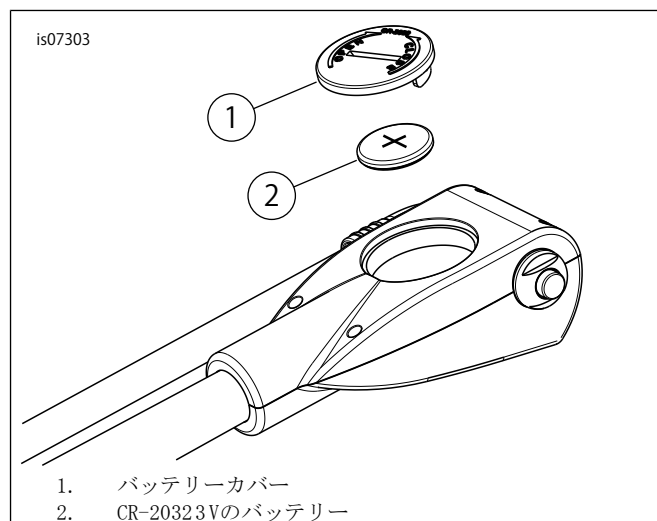

図1。CR-2032 3Vのバッテリー
- 「図1」を参照してください。このポンプにはバッテリープロテクターが同梱されています。ポンプのディスプレイを作動させるには、先にバッテリープロテクターを取り外す必要があります。カバー(1)を取り外し、バッテリー(2)からプロテクターを外します。